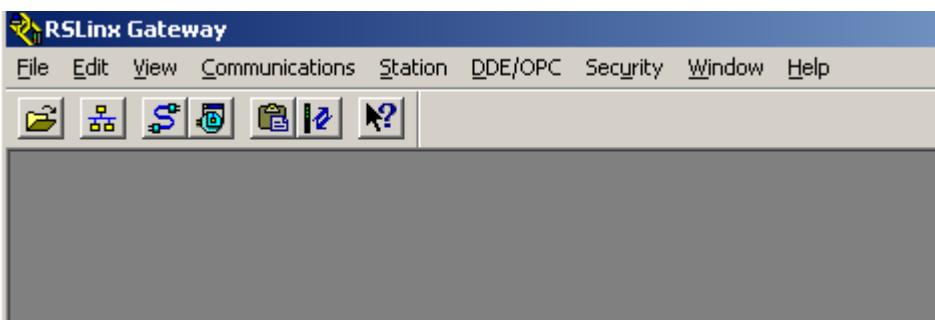

图3-10 RSLinx启动界面
2. RSLinx通讯组态。单击Start->Program->Rockwell Software->RSLinx->RSLinx，启动RSLinx，如图3-10所示。